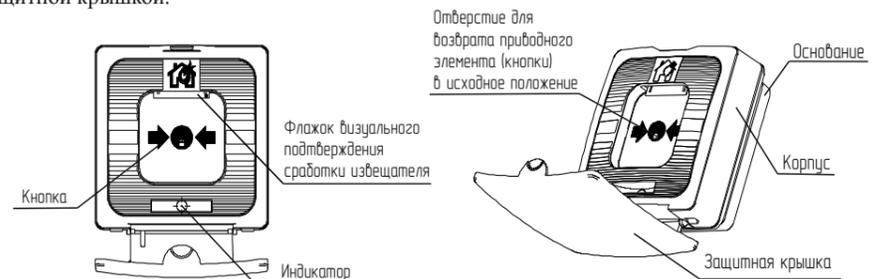

Рисунок 1
5.1 ИПР представляют собой устройства, формирующие сообщение «Пожар» при нажатии на кнопку. При этом формируется сообщение в виде скачкообразного уменьшения сопротивления в ШС до величины не более 500 Ом, сопровождающееся включением оптического индикатора и выпадением цветного флажка (рисунок 1).
Выпадающий цветной флажок является визуальным подтверждением нажатого состояния кнопки ИПР (рисунок 1). При возврате кнопки в исходное положение флажок занимает начальную позицию.